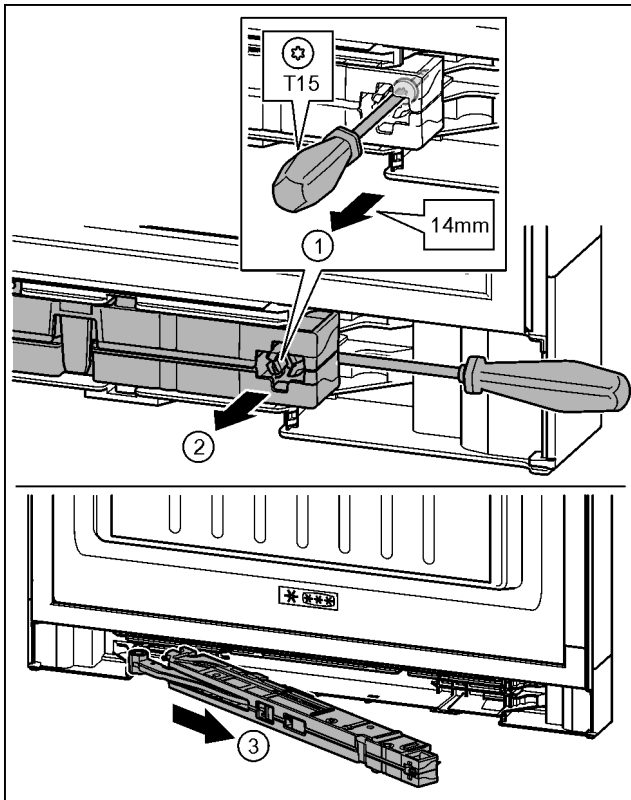

Fig. 19
- ▶ Allentare di circa 14 mm la vite nell'unità dell'ammortizzatore di chiusura con il cacciavite T15. Fig. 19 (1)
- ▶ Con un cacciavite portarsi lato maniglia dietro l'unità dell'ammortizzatore di chiusura. Ruotare l'unità in avanti. Fig. 19 (2)
- ▶ Estrarre l'unità. Fig. 19 (3)